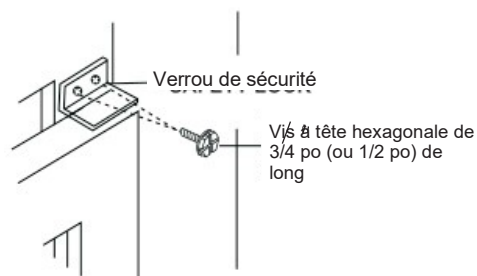

Fig. 19
2. Fixez le verrou de sécurité à angle droit (Fig. 19).